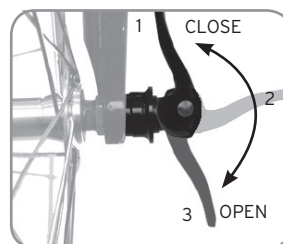

Figure 43. Positions du levier
1. Le levier du système de fixation rapide Clix étant en position **OPEN** (figure 43), assemblez la cuvette et le levier (figure 44) et abaissez la fourche sur la roue jusqu'à ce que l'intérieur des extrémités de la fourche entre en contact avec la roue.
1. Débloquez le système Clix. Positionnez le levier de démontage rapide en position **OPEN** (figure 43).
1. Amenez le levier en position **OPEN** (figure 43).